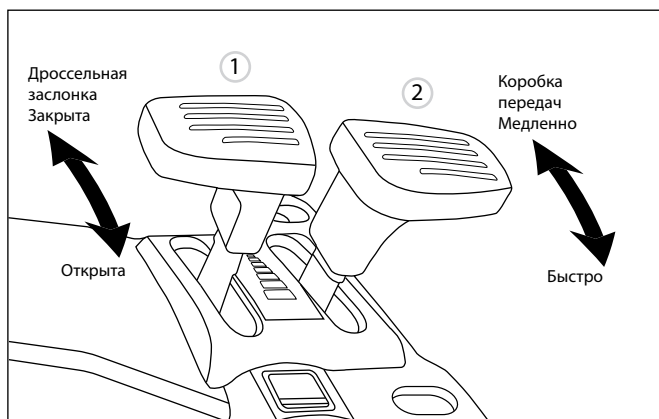

Рис. 12
8. Газонокосилки GLD-520SP-VE, GLD-460SP-VE и GLD-520SP-BS оснащены рычагом дроссельной заслонки 1 (рис. 12), который позволяет регулировать скорость вращения двигателя. Закройте заслонку при запуске двигателя и маневрировании (низкие обороты), откройте заслонку при скашивании (высокие обороты).
9. Газонокосилка GLD-520SP-VE, GLD-460SP-VE оснащена коробкой передач (вариатором) 2 (рис. 12) с возможностью регулировки скорости вращения колес на постоянных оборотах двигателя. Используйте низкую скорость движения для скашивания густой травы или маневрирования в ограниченном пространстве. Используйте высокую скорость движения для транспортировки и скашивания молодой и редкой травы.